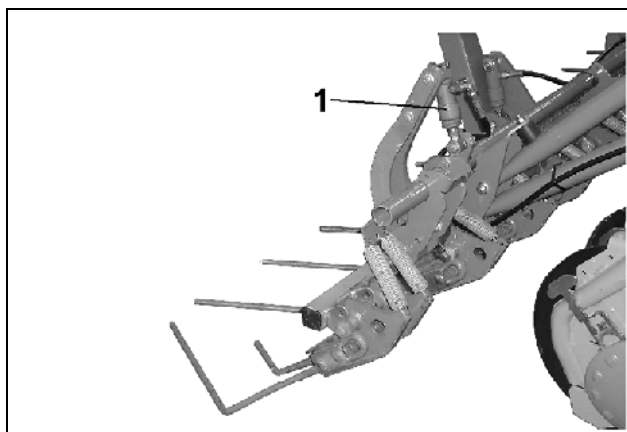
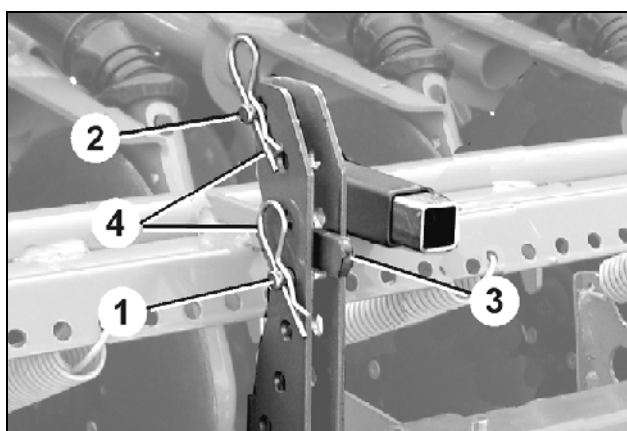

Fig. 99
Fig. 100
Ved skifte fra normal jord til tung jord og omvendt blir harvtrykket justert av en hydraulikksylinder (Fig. 99/1).
Det er festet to bolter (Fig. 100/1 og 2) som anslag for spaken (Fig. 100/3) i justeringssegmentet. Spaken, som blir betjent av hydraulikksylinderen (Fig. 99/1), ligger an mot bolt I, når hydraulikksylinderen er trykkløs, og på bolt II (Fig. 100/2), når hydraulikksylinderen er trykksatt.
- Gjør hydraulikksylinderen (Fig. 99/1) trykkløs.
- Sett bolt II (Fig. 100/2) i en boring ovenfor spaken (Fig. 100/3) i justeringssegmentet og sikre den med en fjærplugg (Fig. 100/4).
- Sett hydraulikksylinderen (Fig. 99/1) under trykk.
- Sett bolt I (Fig. 100/1) i en boring nedenfor spaken (Fig. 100/3) i justeringssegmentet og sikre den med en fjærplugg Fig. 100/4).